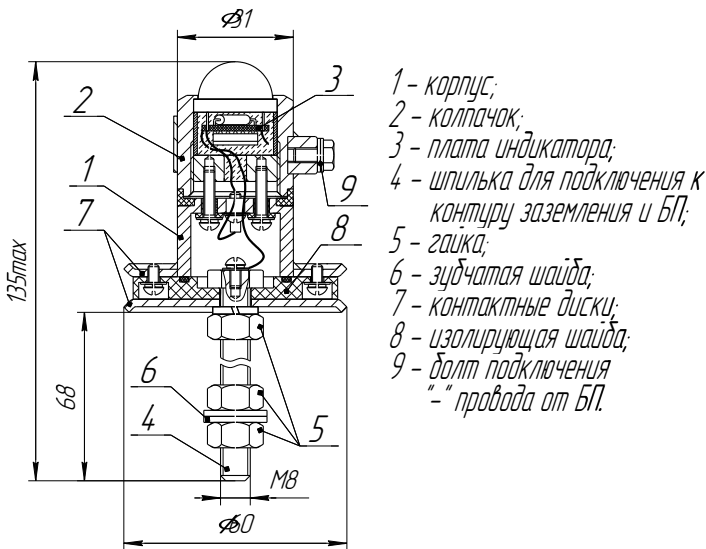

Рисунок 1.3 – Индикатор УЗА
1.6.1 Устройство УЗА-24В-ЛИН-Р (рисунок 1.1) состоит из индикатора УЗА (рисунок 1.3), заземляющего проводника (рисунки 1.4, 1.5) и блока питания БП-УЗА-24В-ЛИН-Р (рисунок 1.6) оптимизированного для крепления на 35 мм DIN-рейку. Структура условного обозначения устройства приведена в приложении Б.
1.6.2 Индикатор УЗА (рисунок 1.3) состоит из корпуса 1 с резьбовой шпилькой 4 (резьба М8), контактными дисками 7, разделенными изолирующей шайбой 8, и колпачка 2, в котором находится залитая компаундом плата индикатора 3 с ярким светодиодом красного цвета с углом обзора ~180°. На шпильке 4 установлены гайки 5, и зубчатые шайбы 6, обеспечивающие, при затяжке, надежный электрический контакт с поверхностью крепления (металлический профиль/уголок и т.п.).